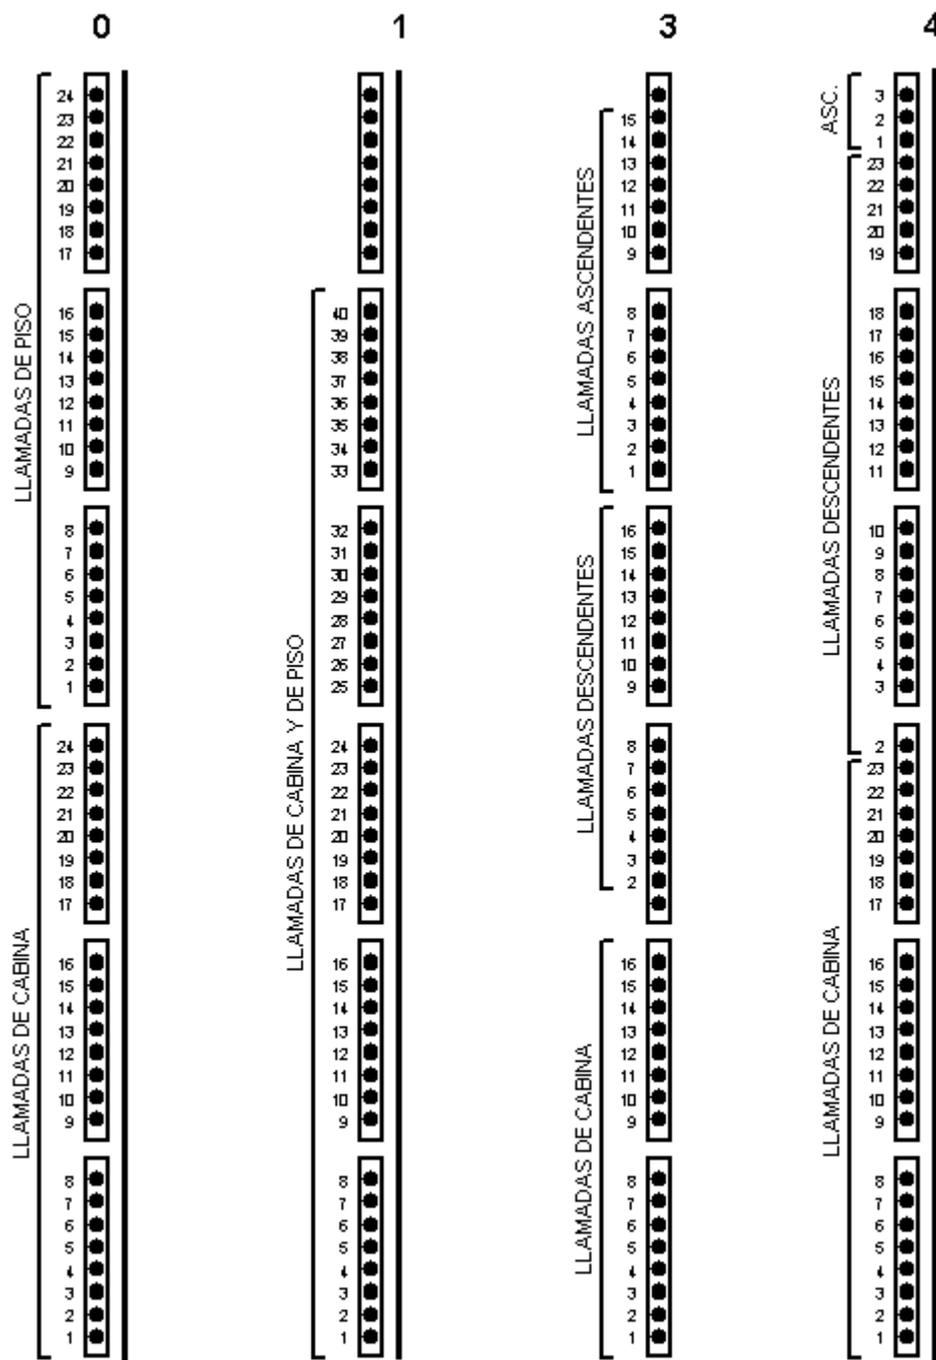
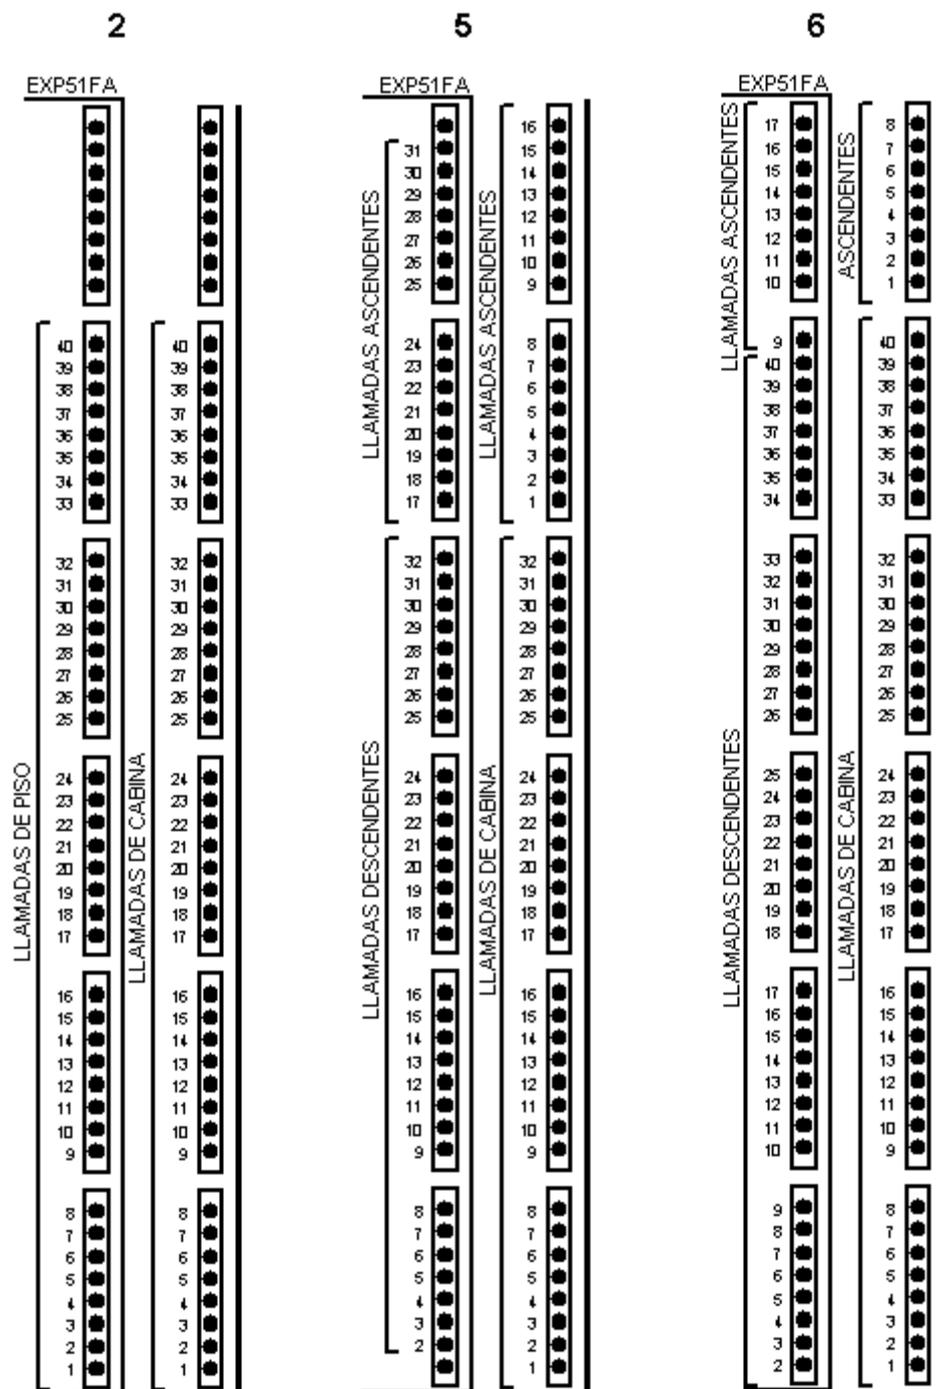

Figura 25
Figura 26
- Configuración de terminales de llamadas (Tabla 5). La Figura 25 muestra las configuraciones que no requieren expansión EXP51FB. La Figura 26 muestra las configuraciones que requieren expansión EXP51FB.